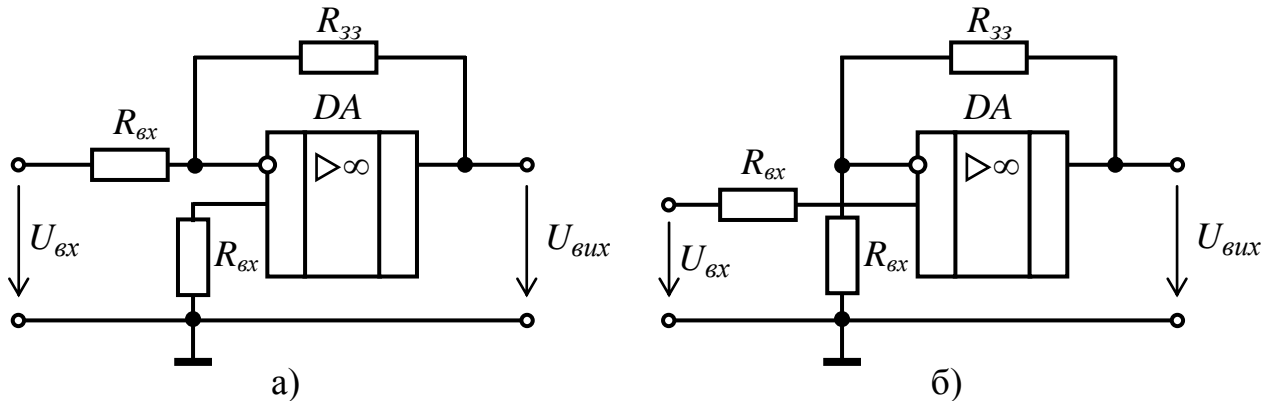

Рисунок 1 – Схема підсилювача на основі ОП: а) інвертуючого; б) неінвертуючого
1.2 Привести схему інвертуючого підсилювача на ОП (рис.1, а).